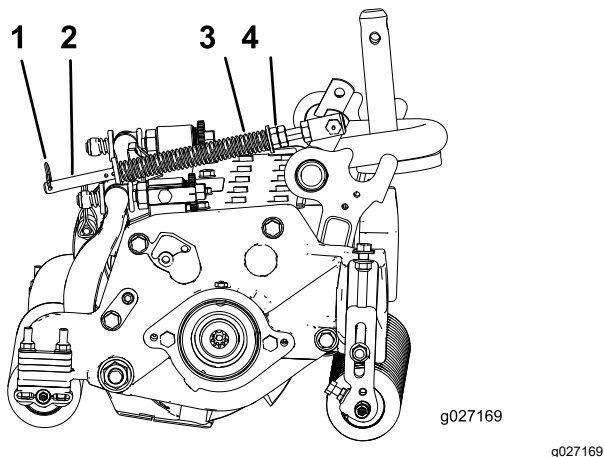

图 14
1. 确保发卡销安装在弹簧杆的后孔内 图 14。
2. 拧紧弹簧杆前端的六角螺母直至压缩后的弹簧长度为 12.7cm 请参阅 图 14。